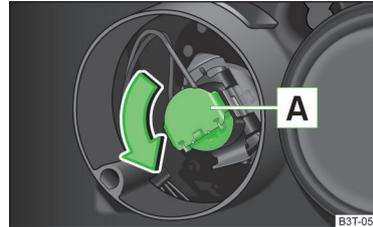

Abb. 202 Halogen-Scheinwerfer: Glühlampe für Abblendlicht wechseln
- Den Stecker mit der Glühlampe A » Abb. 202 bis zum Anschlag in Pfeilrichtung drehen.